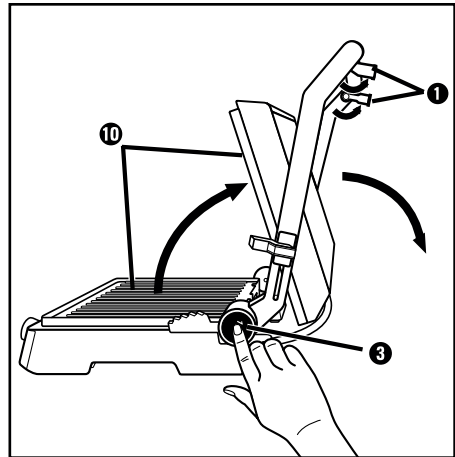

Bild 1
- 1) Fäll ut båda stödfötterna 1 (bild 1).
- 2) Tryck på upplåsningsknappen 180° 3 (bild 1) och fäll upp locket så att båda grillplattorna 10 fungerar som en bordsgrill.